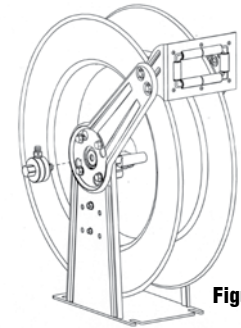

Figura 2
3. Aplique sellador de roscas a la conexión roscada, y vuelva a instalar el conjunto de la rótula en el eje de entrada invirtiendo los pasos 1 y 2 (figura 2).